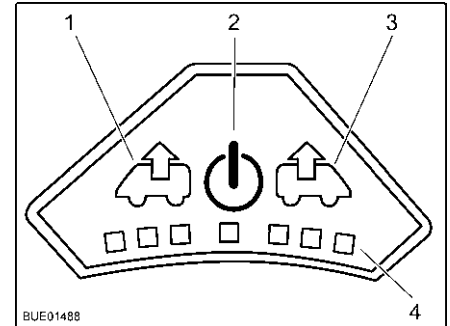

Fig. 90 Panneau de commande du ventilateur
**Mise en marche :** ■ Appuyer sur la touche Marche/Arrêt (Fig. 90,2). Le ventilateur fonction en mode confort (aération à faible vitesse de rotation).
**Ventiler :** ■ Pour augmenter la vitesse de rotation du ventilateur, appuyer sur la touche Ventilateur (Fig. 90,1). La vitesse de rotation du ventilateur augmente d'un niveau de puissance dans le sens de l'échappement. Les DEL (Fig. 90,4) montrent les niveaux de puissance.
■ Pour réduire la vitesse de rotation du ventilateur, appuyer sur la touche Aérer (Fig. 90,3). La vitesse de rotation du ventilateur diminue d'un niveau de puissance.
- Pour augmenter la vitesse de rotation du ventilateur, appuyer sur la touche Aérer (Fig. 90,3). La vitesse de rotation du ventilateur augmente d'un niveau de puissance dans le sens de l'aération. Les DEL (Fig. 90,4) montrent les niveaux de puissance.
- Pour réduire la vitesse de rotation du ventilateur, appuyer sur la touche Ventilator (Fig. 90,1). La vitesse de rotation du ventilateur diminue d'un niveau de puissance.
- Appuyer sur la touche Marche/Arrêt (Fig. 90,2). Le ventilateur s'arrête, les DEL s'éteignent.